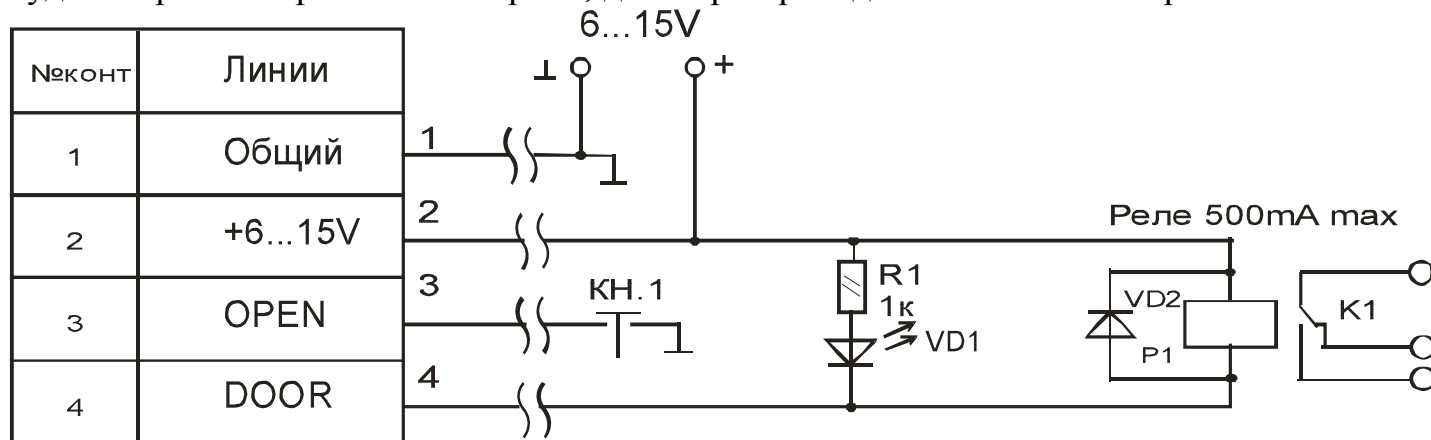

Рис. 1
Установленный замок в дверь, раму или другое устройство, управляется через разъём внешнего подключения. Пример подключения указан на схеме рис. 1. **В случае подключения замка с ручками “RIF” подключение производить согласно инструкции по установке и монтажу многофункционального электронно-кодowego моторного замка со скрытым набором кода Модель «RIF-01»**
- Подключить разъём внешних подключений согласно рис. 1 и рис. 4.